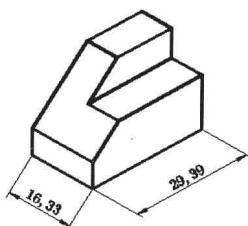

图 7-4-12
(9) 单击“对齐”按钮 A ，标出轴测图底边 AB 的尺寸，如图 7-4-12 所示。